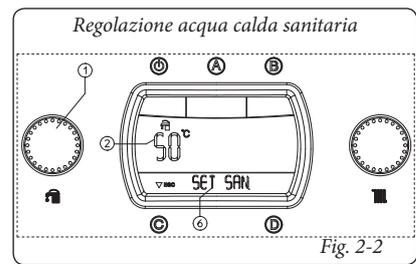

Fig. 2-2
• **Estate** (1): in questa modalità la caldaia funziona solo per il riscaldamento dell'acqua calda sanitaria, la temperatura viene impostata tramite il selettore (1) e la relativa temperatura viene visualizzata sul display (24) mediante l'indicatore (2) e compare l'indicazione "SET SAN." (Fig. 2-2). Ruotando il selettore (1) in senso orario la temperatura aumenta e antiorario diminuisce.